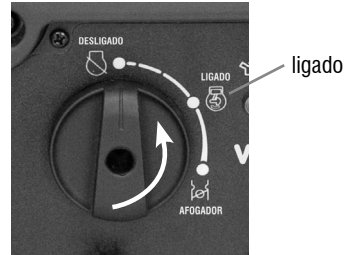

Fig. 22 – Etapa 4
- f. Após o motor aquecer, posicione a chave seletora (14) para a posição LIGADO (conforme Fig. 22).